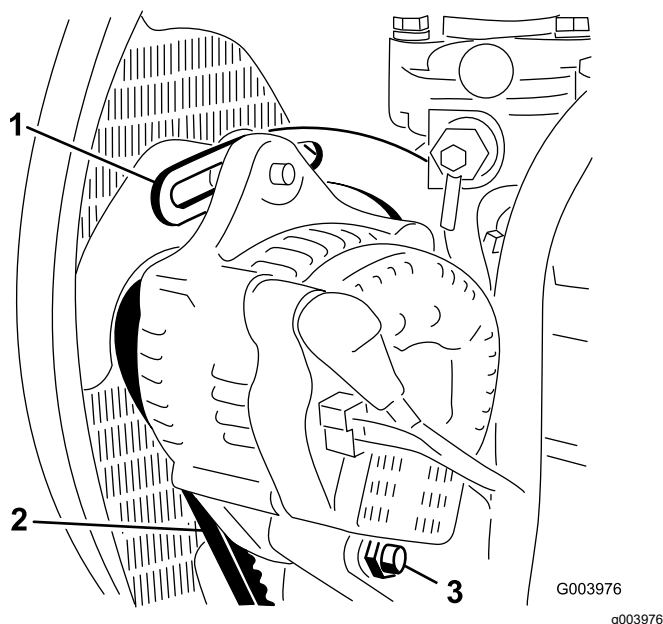

Рисунок 110
3. Проверьте натяжение ремня генератора, надавив на него (Рисунок 110) посередине между шкивами генератора и коленчатого вала с усилием 10 кг.
4. Ослабьте болт крепления генератора к скобе и шарнирный болт генератора (Рисунок 110).